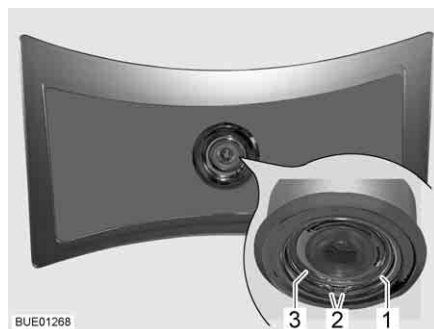

Fig. 210 Lampada a soffitto
- Premere la rondella (Fig. 210,1) sulle sue due estremità (Fig. 210,2) e rimuoverla.
- Estrarre l'involucro (Fig. 210,3) con LED dalla lampada.